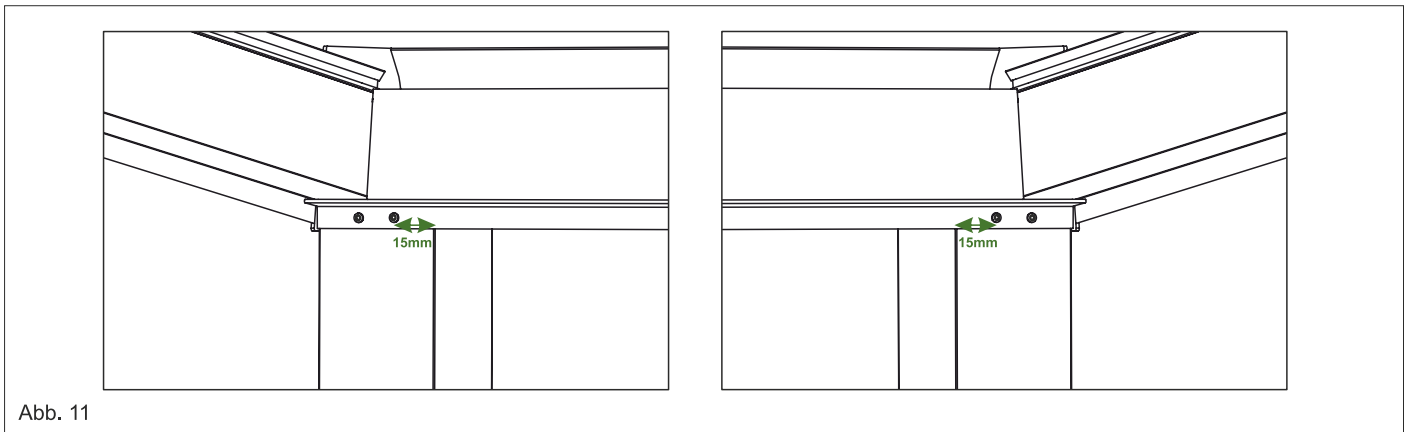

Abb. 11
6. Wenn die Neigung und Winkel in perfekter Position sind, verschrauben Sie die Randsparren an dem Wandprofil und der Rinne mit weiteren Bohrkopfschrauben (19mm Lang). Siehe Abb. 11.
**A) B) 10.** Wenn beide (oder je nach Ausführung alle Pfosten) Pfosten an der Rinne festverschraubt sind, prüfen Sie bitte erneut, ob die Pfosten und die Rinne in der Waage stehen. Wenn ja, verschrauben Sie jeden Pfosten mit einer weiteren Schraube an die Rinne fest. Achten Sie bitte drauf auf den gleichmäßigen Abstand zwischen den Schrauben. Diese Schrauben bleiben sichtbar und beeinflussen damit die Optik Ihrer Terrassenüberdachung. Siehe Abb. 11.